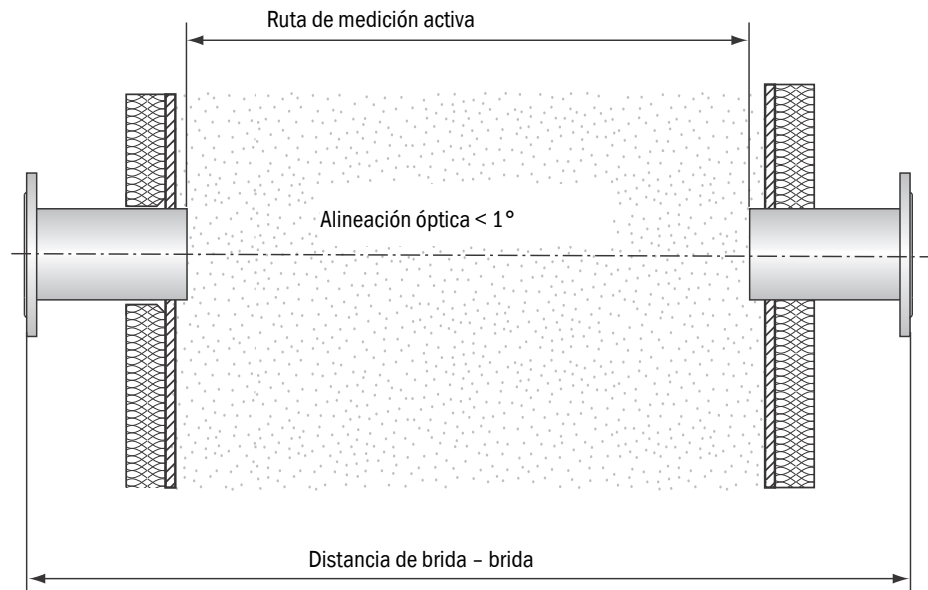

Fig. 9: Montaje de brida - Determinar la ruta de medición
- 12 En un conducto de ladrillos/hormigón: anclar fijamente la placa de sujeción con brida con tubo soldada como indicado en Fig. 9:, página 25.